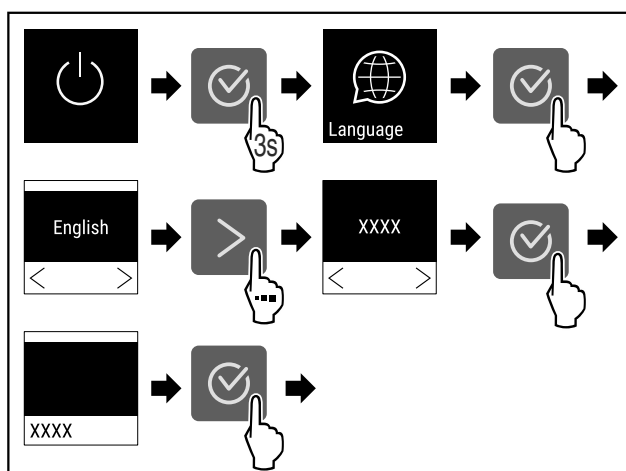

Fig. 50
- ▶ Genomför handlingsstegen (se Fig. 50).